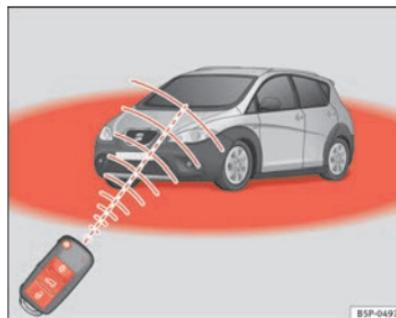

Abb. 63 Wirkungsbe-
- Die Funk-Fernbedienung funktioniert nur, wenn Sie sich im Wirkungsbereich befinden ⇒ Seite 108, Abb. 63 (roter Bereich).